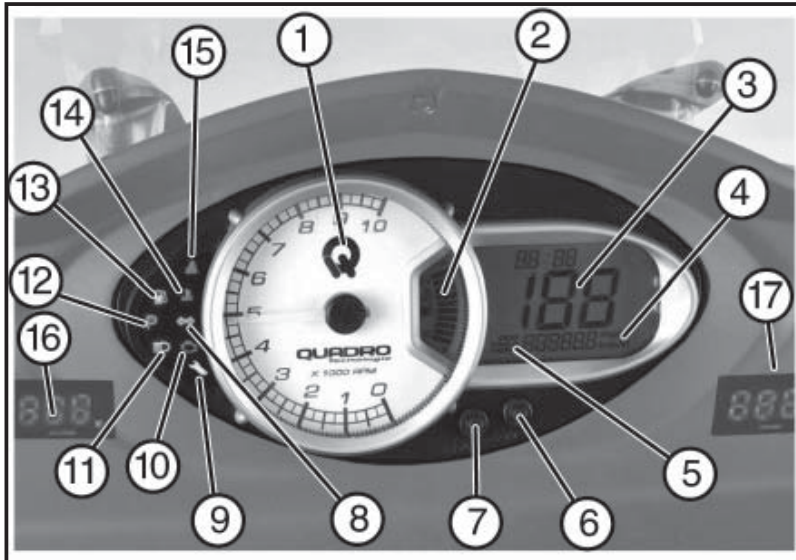

Fig. 02
4.7 LEYENDA GRUPO INSTRUMENTOS (Fig. 02)